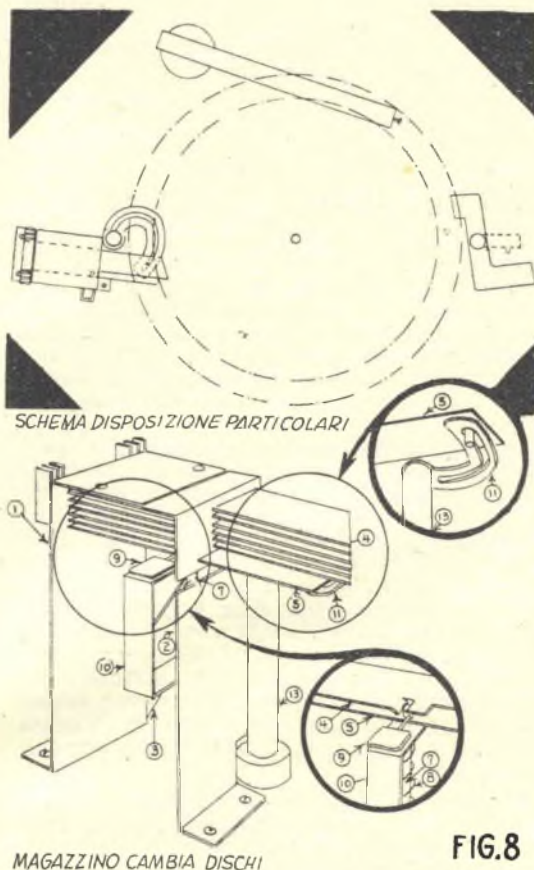

FIG. 8
La parte di destra dello chassis (la n. 2) è realizzata in modo uguale alla precedente, eccetto che per il fatto che le fessure, in questa, sono lunghe soltanto 21 mm., allo scopo di potere accogliere l'estremità da 20 mm. delle foglie di supporto dei dischi. La fessura più in basso è però di 27 mm. dato che deve accogliere la foglia del selettore (parte 5, dettaglio C), che è larga 25 mm. in tutta la sua lunghezza. Sia la parte di destra che la parte di sinistra dello chassis, vanno curvate nel modo indicato e, dopo che le foglie di supporto dei dischi saranno state inserite (fig. 8), andranno unite insieme per mezzo di bulloni con dado oppure anche con dei ribattini. La parte 3, che si può intravedere nel retro dello chassis è stata aggiunta al solo scopo di conferire rigidità all'insieme. In basso, le due parti che compongono lo chassis, vanno curvate ad angolo retto e forate nel modo indicato, per potere essere fissate al pannello di base del cambiadischi. Quando si tratta di tagliare le fessure per le foglie di supporto dei dischi, può essere conveniente che una porzione di
Le foglie di supporto dei dischi (parte 4, dettaglio B, fig. 7) sono in sostanza tutte uguali, eccetto che per le linguette ad angolo retto, le quali debbono essere sistemate in modo da risultare come nella illustrazione di fig. 8), perché il riempimento del magazzino sia facile. Nel funzionamento, le foglie vengono avanzate in posizione di riempimento spingendo in avanti sulle linguette la foglia inferiore (che quindi dovrà essere la prima ad essere caricata) e la cui linguetta dovrà trovarsi all'esterno rispetto alle altre: si capisce che la foglia successiva dovrà avere la linguetta immediatamente adiacente a quella della prima, e così via. Le sei linguette sono sistemate, tre da un lato e tre dall'altro, per evitare che nessuna di esse abbia a sporgersi al di sopra della sommità del complesso. Il dente che si trova su ognuna foglia e che viene tenuto impegnato dalla colonnina illustrata nel dettaglio D (parte 7), è formato per semplice curvatura di una piccola porzione del metallo, nel punto indicato dalla freccia (O), nel dettaglio B.
La camma (dettaglio D, parte II, fig. 7) è stata progettata, in ogni più minimo particolare, in modo che avesse a combinarsi alla perfezione con le altre parti del meccanismo, realizzate secondo le dimensioni e le forme illustrate nel presente articolo, nel caso specifico che le varie parti vengano a trovarsi in posizioni relative simili a quelle illustrate in fig. 8. Le curvature della camma, comunque, possono essere variate, per adattarle alle particolari condizioni in cui il complesso di cui già si disponga, venga a trovarsi. Il raggio della curvatura minore (R) altro non è che la misura, da centro a centro, tra l'albero dei cambiadischi e la spina (parte 6, dettaglio C), quando il selettore si trova nella posizione più avanzata. La fessura che si può notare nella camma, provvede all'intervallo di tempo necessario perché il pick up venga sollevato e tolto dal disco, prima che il disco successivo vada a cadere su quello appena terminato.
Il braccio a «Z» (parte 12, dettaglio E, fig. 7) è montato sull'albero dei cambiadischi (14) sul lato opposto a quello in cui si trova la camma. I margini dei dischi poggiano su questo braccio, nel modo illustrato in fig. 8. Le dimensioni sono tali per cui sul braccio viene a posare soltanto la porzione periferica, non incisa, del disco. Allorché un disco viene liberato e si inclina di circa 30°, in questa condizione anche l'altro margine, sostenuto dal braccio a «Z» si libera e cade. Dei fermi sono previsti perché la colonnina